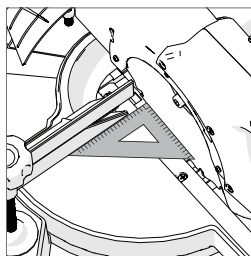

Abb. 19
- Vergewissern Sie sich, dass sich der Schneidkopf in der untersten Verriegelungsposition befindet und der Feststellstift vollständig eingerastet ist. (s. Abb. 19)
- Stellen Sie das Zeichendreieck auf den Tisch, wobei ein kurzes Ende auf dem Tisch und das andere kurze Ende am Sägeblatt anliegt (nicht an den TCT-Spitzen). **(Abb. 19)**